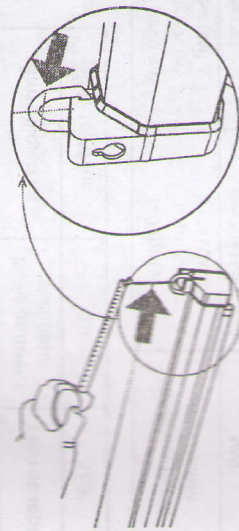

Рис. 4
- крепление на потолок: измерьте расстояние между петлями на корпусе, как показано на рис. 4. Прикрутите на этом расстоянии крючки к потолку и повесьте экран, как показано на рис. 5.